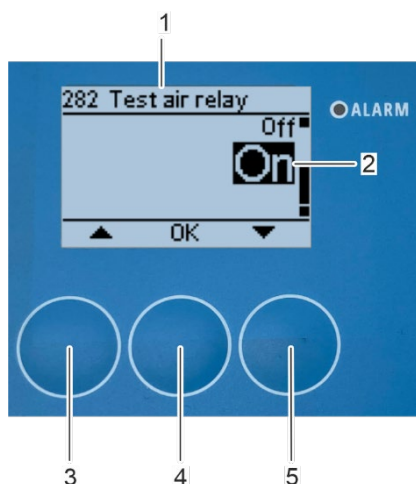

Figura 145: Encender el relé de aire comprimido
⇒ Aparecerá en pantalla el submenú «282 Prueba del relé de aire» (Figura 145/1).
3. Seleccione «Activado» (Figura 145/2) mediante los botones de flecha [arriba] (Figura 145/3) y [abajo] (Figura 145/5).
4. Confirme la selección pulsando [Aceptar] (Figura 145/4).